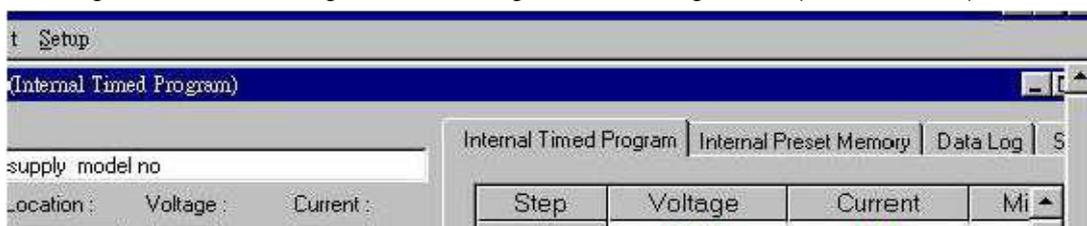
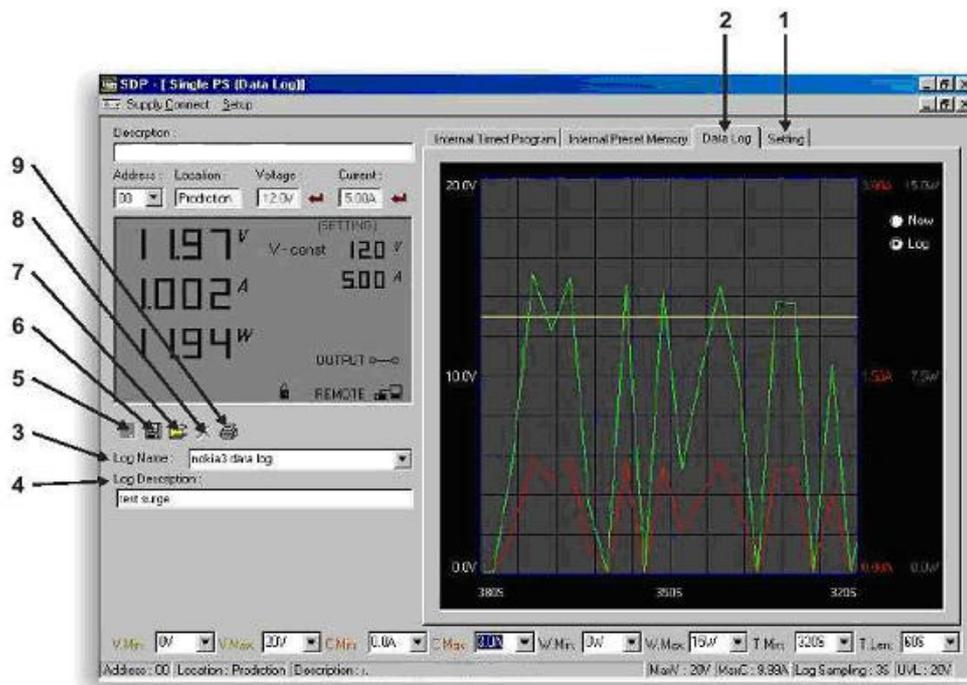

Abb. 8.4.1b. Kopfzeile des zeitgesteuerten Programms (Internal Timed Program)
Abb. 8.4.1c Data Log-Fenster
6. Das 'Internal Timed Program'-Fenster wird geöffnet (s. Abb. 8.4.1b). Klicken Sie oben rechts auf die Registerkarte *Data Log*. Das *Data Log*-Fenster wird geöffnet (s. Abb. 8.4.1c).